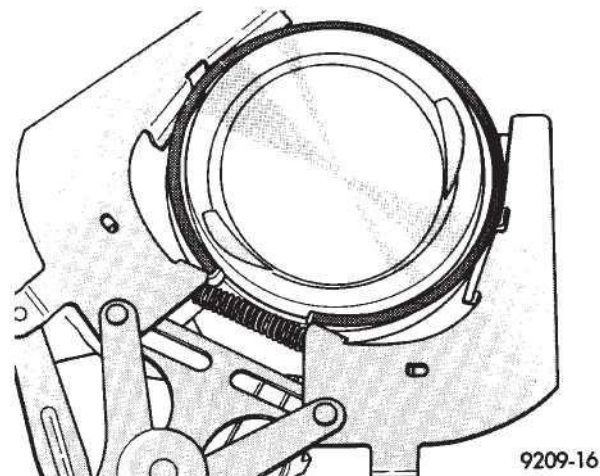

Рис. 94 Поршневые кольца — Удаление и установка
(1) Отметка ID на поверхности верхних и промежуточных поршневых колец должна указать на поршневую корону.
(2) Используя подходящий кольцевой расширитель, удалите верхние и промежуточные поршневые кольца (Рис. 94).